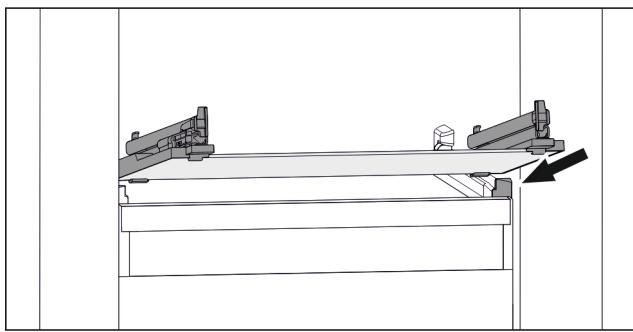

Fig. 103 Примерное отображение стеклянной пластины
- Наклоняя вниз, установите стеклянную пластину за стопоры. (см. Fig. 103)